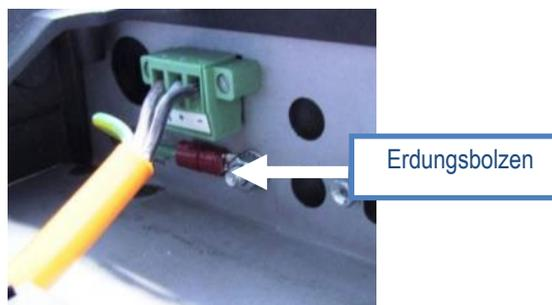

Abb. 14-2: Position des Erdungsbolzens
- Grundsätzlich muss bei DC-Geräten die Ringzunge des Stromversorgungskabels auf dem dafür vorgesehenen Erdungsbolzen des Steckerblechs verschraubt werden (siehe *Abb. 14-2: Position des Erdungsbolzens*).